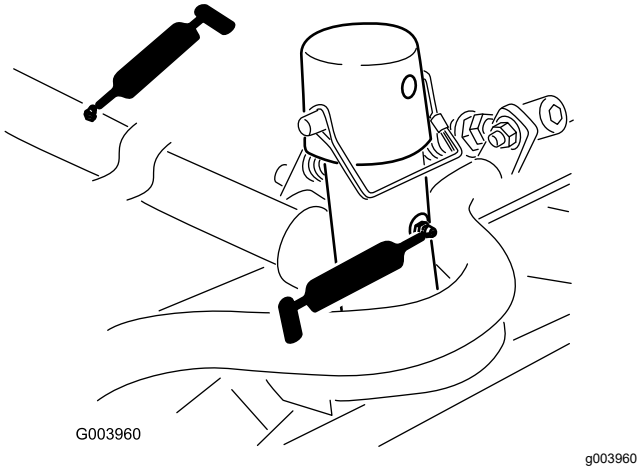

Bild 43
- Mähwerkträgerrahmen und Drehzapfen (2) (Bild 43)